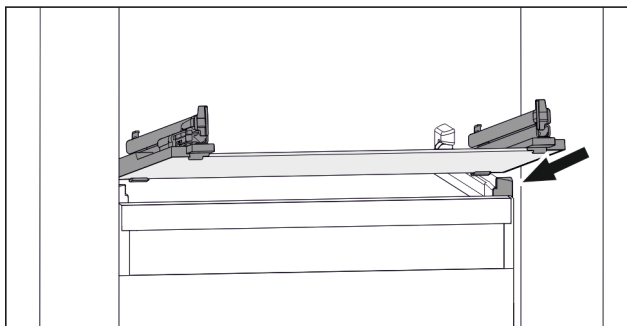

Fig. 60 Simbolična slika steklene plošče
- ▶ Steklino ploščo postavite v poševnem položaju za zaustavljalniki. (glejte Fig. 60)